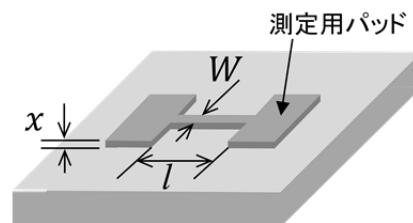

図 4 Ag を蒸着した試料
- (1) **抵抗値の理論予測** 作製した Ag を蒸着した薄膜の形状を図 4 に示す. Ag が全方位に等方的に蒸発したと仮定すると次式により蒸着膜厚が得られる. Ag の膜厚 x , 質量 m , 密度 $\sigma [10.49 \text{g/cm}^3]$, フィラメントとスライドガラス間の距離 r [cm]とすると $m = 4\pi r^2 \cdot x \cdot \sigma$ となる.